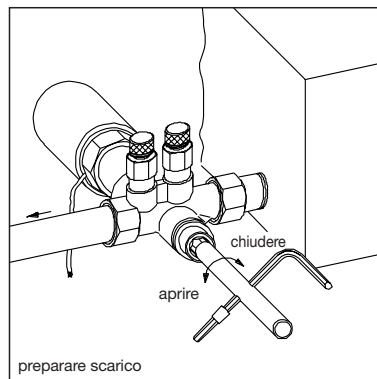

Fig. 3:
- 3 Allentare con la chiave esagonale Ch 10 la vite in senso antiorario, mass.  $\frac{1}{4}$  di giro (fig. 3).
- 3 Togliere l'attrezzo di scarico e carico dalla valvola e avvitare la vite con la chiave Ch 10 (mass. 10 Nm - fig. 3).
- 4 Chiudere, girando il vitone con la chiave esagonale Ch 10 in senso orario e avvitare con mass. 10 Nm (fig. 3).